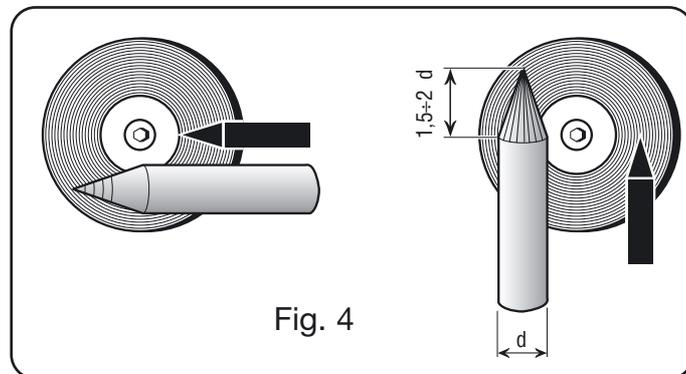

Fig. 4
É necessário prestar uma atenção especial à preparação da ponta do eléctrodo. Esmerilá-la de modo que apresente riscos verticais como indicado na fig. 4.
- Esmerilar a extremidade do eléctrodo de tungsténio de forma cónica por um comprimento 1,5 a 2 vezes o diâmetro do eléctrodo. (fig. 4)